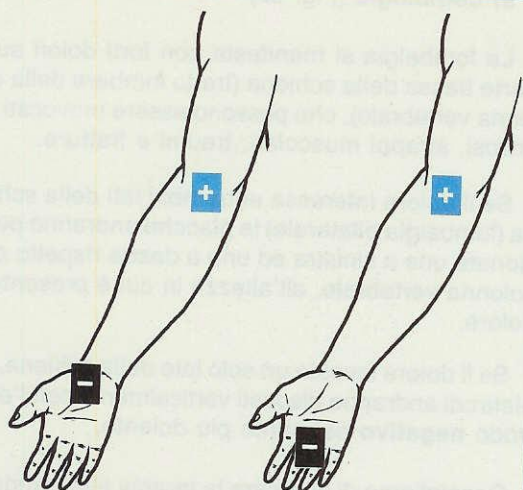

Fig.20 ARTROSI delle METACARPO-FALANGEE: per alleviare questo dolore applicate le due placche come qui illustrato.
Per verificare se il circuito funziona, potrete applicare sulle due boccole d'uscita un oscilloscopio, ma poichè non tutti lo avranno a disposizione, la soluzione alternativa più semplice consiste nell'inserire le due placchette nelle boccole d'uscita, appoggiando le stesse su un braccio (vedi fig. 20).
6) Artrosi delle Metacarpo-Falangee (Fig. 20)